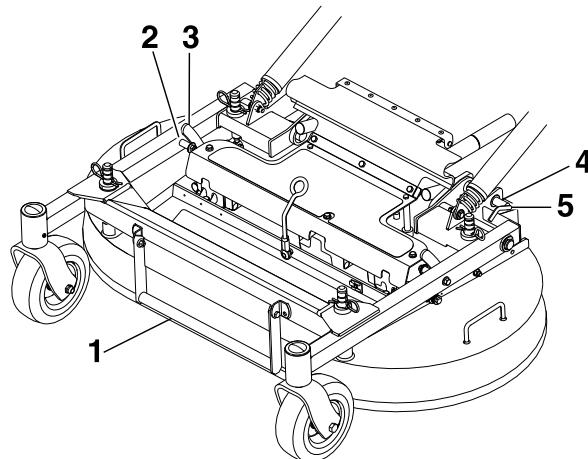

Figure 8
- Dégagez les goupilles de verrouillage de chaque côté du tablier de coupe (Figure 8).